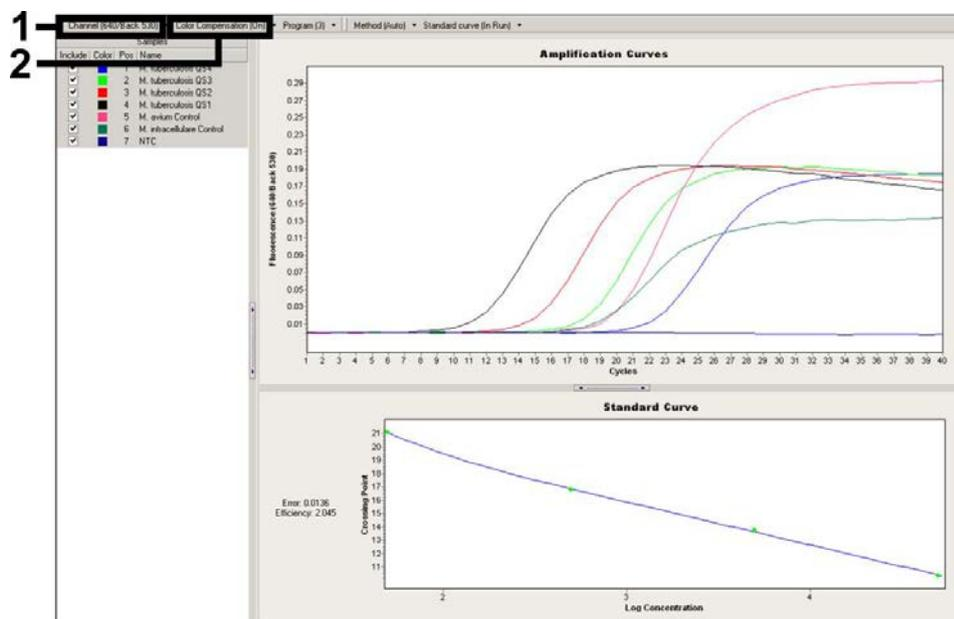

Figure 11. Activation du fichier de compensation de couleur et sélection du canal de fluorescence.
Pour l'analyse des données de PCR, procéder de la manière suivante (voir la figure 11) :
2. Le logiciel de version 4.0 de l'appareil LightCycler contient un fichier intitulé **Color Compensation File**, qui corrige les analyses multi-couleurs pour les interférences apparaissant entre les divers canaux de fluorescence. Ouvrir ce fichier pendant ou après le cycle de PCR en activant la fonction **Color Comp (On/Off)** (Comp. couleur (marche/arrêt)), puis le bouton **Select Color Compensation** (sélectionner la compensation de couleur) (voir la figure 11).